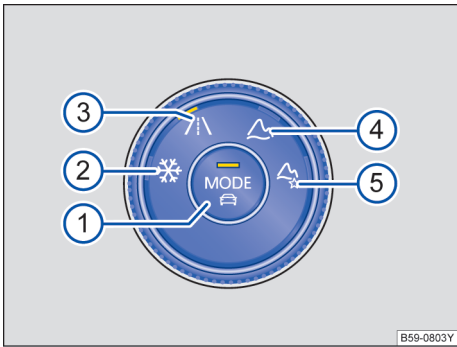

图 128 中控台下部：4MOTION 主动控制的操作单元
全轮驱动汽车具有很多种驾驶模式选项。在这种情况下，可以通过 4MOTION 主动控制的操作单元选择驾驶模式→图 128。
→ 图 128 的图例：
- 转动 4MOTION 主动控制的操作旋钮→图 128，直至所需的驾驶模式上的 LED 灯亮起。
- 按压旋钮中间的 **MODE** →图 128。
- 必要时，转动 4MOTION 主动控制的操作单元→图 128，直至越野个性化驾驶模式旁边的 LED 灯亮起。
- 如果已经选择越野自定义，则按压操作单元中间的 **MODE** →图 128。